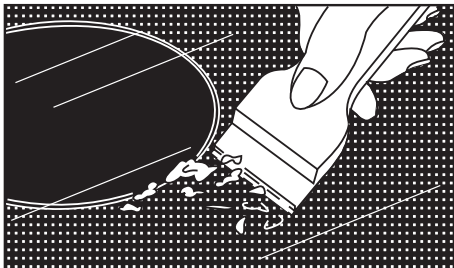

Рис. 28
- Если случайно изделие из алюминиевой фольги или пластмассы расплавится на поверхности стеклокерамического стола или к нему прикипит сахар – их следует немедленно удалить с помощью скребка, входящего в комплект плиты (рис.28).